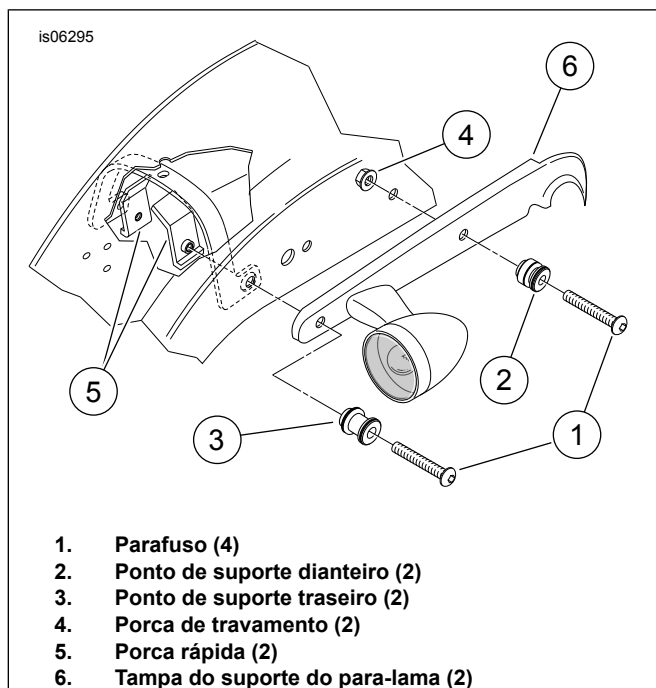

Figura 3. Pontos de suporte – Somente acessórios ou alforjes rígidos
1. Veja Figura 3. Instale o kit de ferragens de suporte **90201424** consultando as instruções incluídas nesse kit.